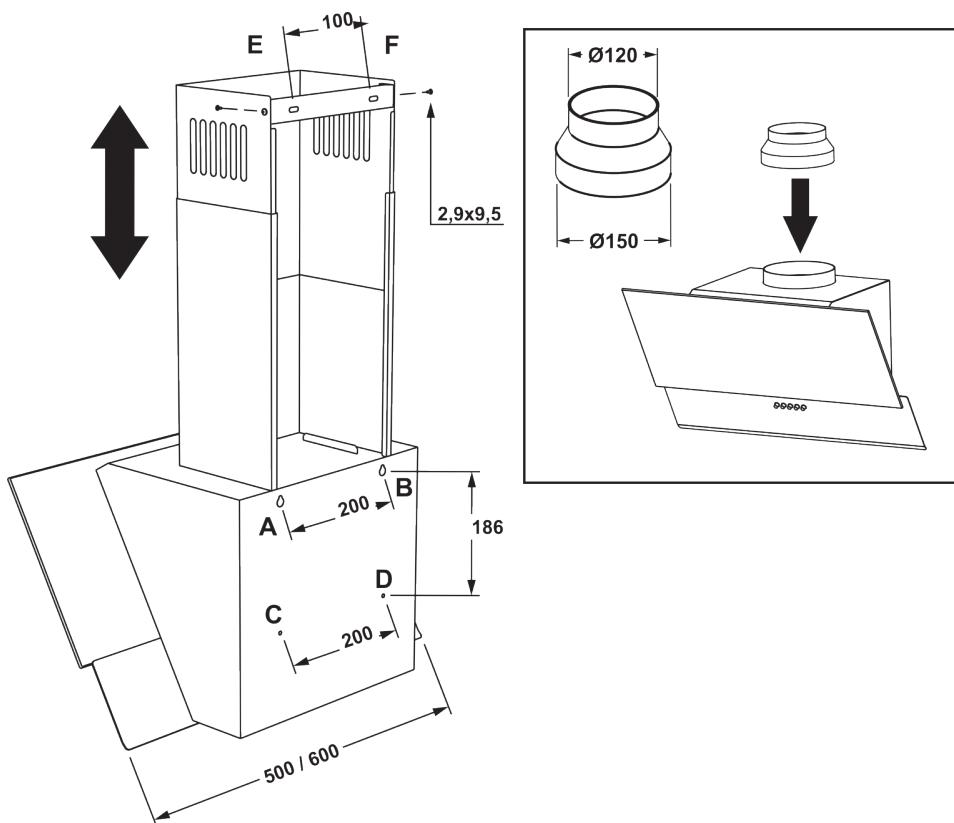

Рис. 4
- 6.4** Проведите разметку крепежных отверстий корпуса на стене кухни. Для этого изготовьте бумажный шаблон с координатами 4-х отверстий на задней стенке корпуса (точки А, В, С, D див. схема монтажу); приложите шаблон к стене на необходимой высоте, указанной ранее, и выровняйте по уровню (рис.4).
- 6.10** Установите телескопический кожух дымохода на корпусе вытяжки. Поднимите верхнюю панель кожуха с планкой под потолок, чтобы он закрывал воздуховод вентиляции, и разметьте по пазам планки 2 отверстия под крепление (точки Е, F) рис.4.
- 6.14** Установите внешнюю панель кожуха дымохода в пазы на корпусе вытяжки, а внутреннюю – поднимите вверх до совмещения отверстий крепления с планкой и соедините с боков 2-ма шурупами ПКГ 2,9x9,5 (рис.4).